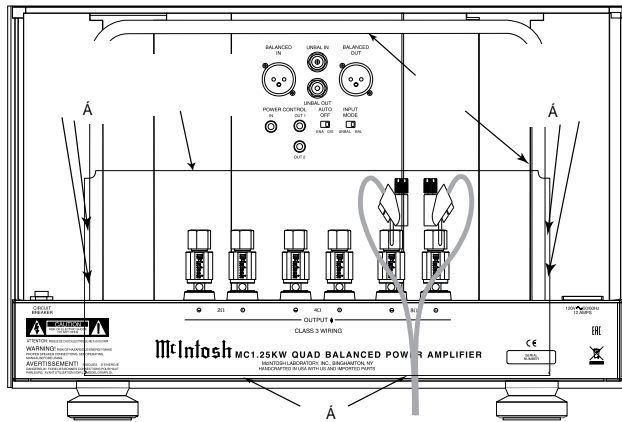

Рисунок 5(На территории США и Канады)
11. Установите Крышку подключений разъемов MC1.25KW на место и закрепите с помощью сохраненных винтов. Смотрите рисунок 5.